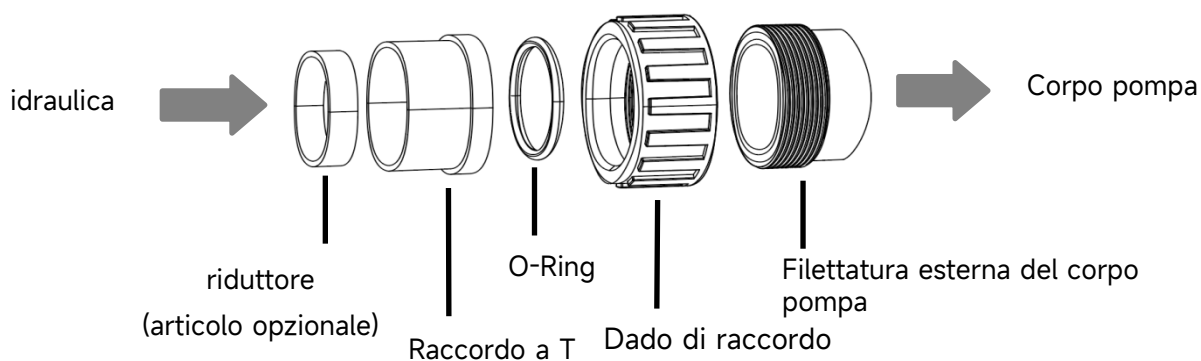

Figura 3 - Kit di unione
3) Utilizzare il KIT DI RACCORDO fornito dal produttore della pompa (vedere Figura 3). Non utilizzare altri raccordi per collegare l'ingresso/uscita della pompa, nel caso in cui i raccordi non siano compatibili e danneggino il corpo della pompa.